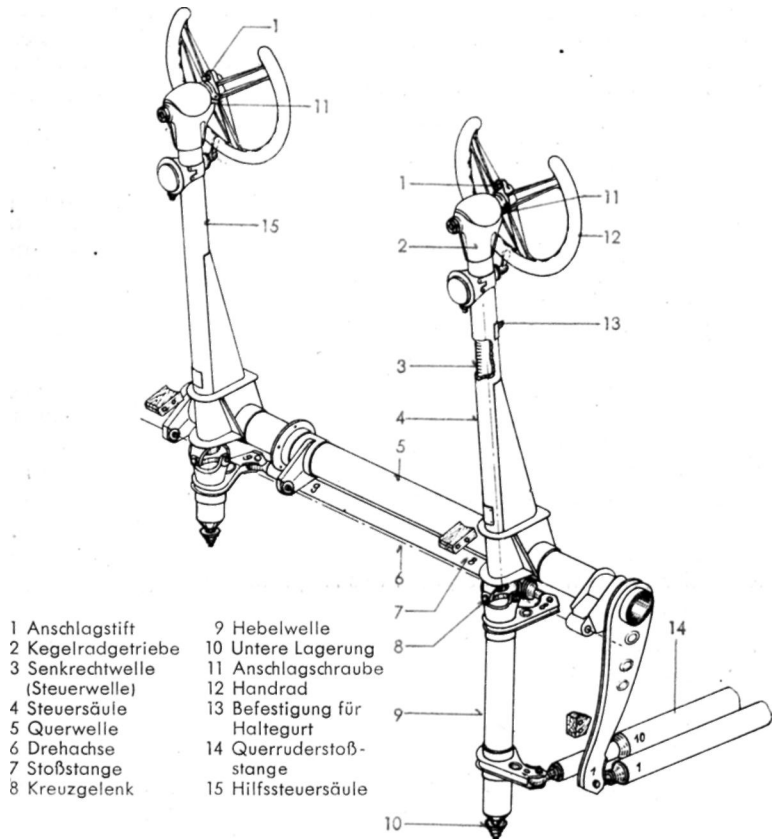

Abb. 6 Steuersäule für Quersteuerung
Die Betätigung der Querruder als solche wird durch das Handrad (12) (Abb. 6) an der Steuersäule (4 bzw. 15) vorgenommen. Der Handradausschlag beträgt nach jeder Seite, hin  $\pm 120^\circ$ . Er wird begrenzt durch den Anschlagstift (1) am Handrad (12) und die beiden am Gehäuse des Kegelradgetriebes (2) angebrachten Anschlagsschrauben (11).
Eine Begrenzung der Quersteuerausschläge in den Endstellungen ist auch an dem 80° Winkelhebel im rechten und linken Tragflügel vorgesehen, und zwar ist ein Gummipuffer am Unterholm des Trägers IV befestigt (3) (Abb. 13, und Punkt f der Abb. 22). Außerdem wird hierdurch bei nicht ordnungsgemäß eingestellter Steuerung ein Schlagen der Hebel über den Totpunkt hinaus verhindert, welches immer ein Blockieren der Steuerung zur Folge hätte. Die Übertragung der Handradbewegung erfolgt über ein Kegelradgetriebe (2) (Abb. 6) auf einer in der Steuersäule (4 und 15) geführten Senkrechtwelle (3) mit Kreuzgelenk (8) und Hebelwelle (9). Letztere überträgt die Bewegungen durch Stoßstangen (14) mit Pendelführung und Winkelhebel auf die Ruder. Zur Verhütung von Schwingungen sind die drei Stoßstangen in den Tragflügeln mit Schwingungsdämpfern versehen (Abb. 21).